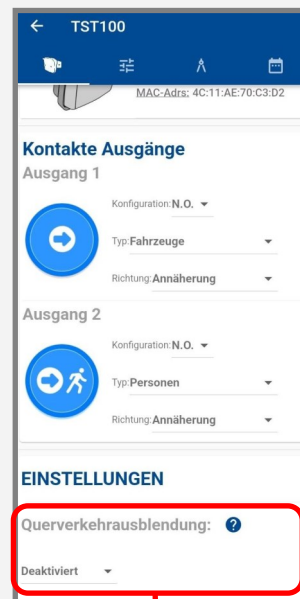

Bild 3
- 3) Aktivieren Sie den Querverkehrsfilter falls gewünscht, bevor Sie die Kalibrierungseinstellungen vornehmen. (Bild 3)